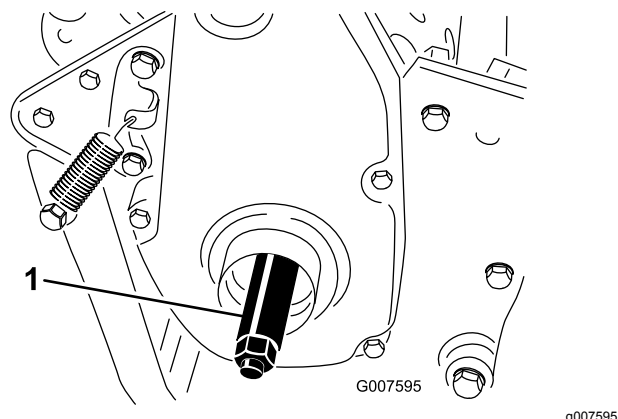

Figura 9
- Inserite l'albero della ruota destra nella puleggia motrice sul lato destro della macchina (Figura 9).